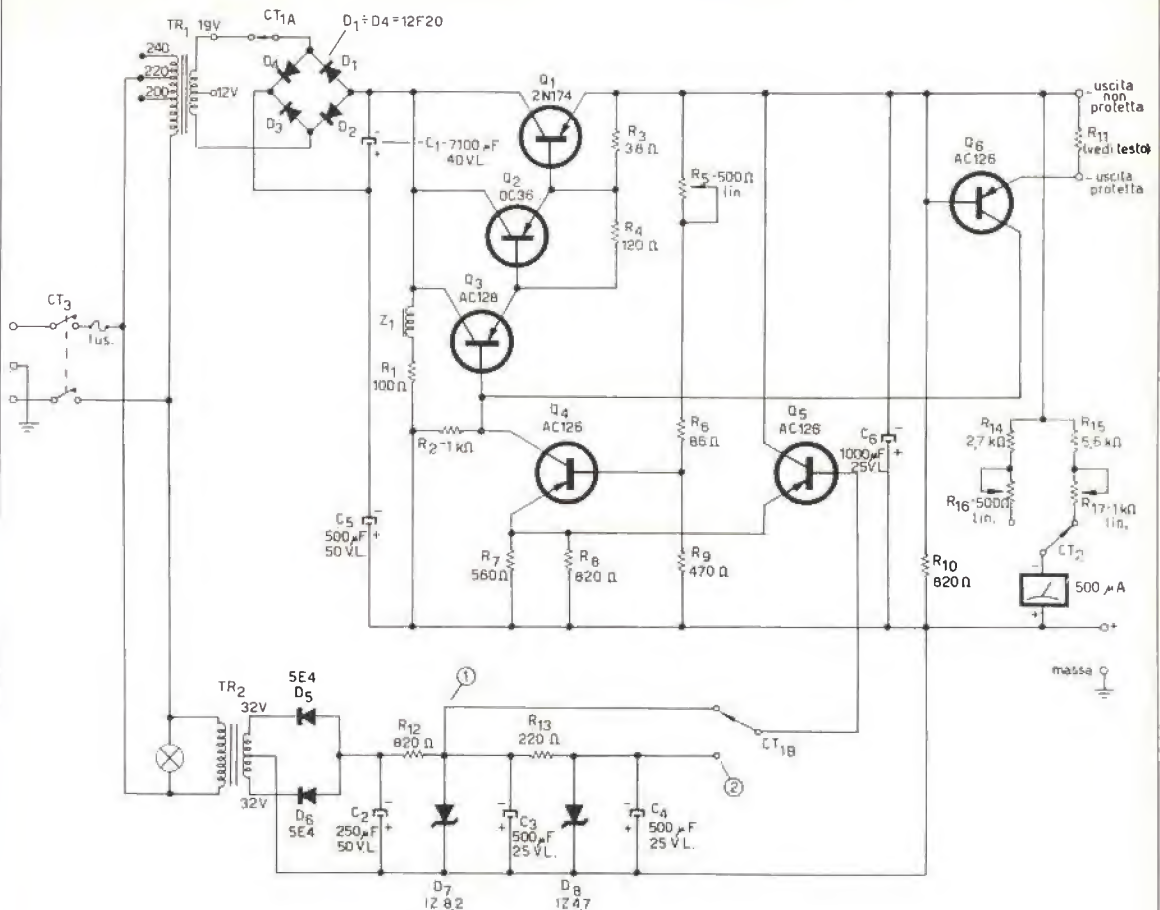

figura 2
In figura 2 è illustrato il circuito elettrico dettagliato. La tensione di alimentazione è fornita da due trasformatori separati T_1 e T_2 , rispettivamente per la tensione continua principale e per quella di riferimento.
- 2) La tensione continua nei punti 1) e 2) dello schema di figura 2 deve essere rispettivamente di 8,2 V e di 4,7 V rispetto al terminale positivo comune.
- 4) Inserendo la resistenza R_{11} , che è direttamente connessa tra due morsetti serratilo posti sul pannello frontale, cortocircuitando su un milliamperometro l'uscita protetta col terminale positivo e scegliendo uno dei valori di R_{11} indicati in tabella 1 si deve ottenere una corrente uguale a quella indicata nella tabella stessa e si deve verificare che sia indipendente dalla posizione di R_5 . Se la corrente di corto circuito è superiore a 1,4 A la prova deve essere molto breve (pochi secondi) (4).